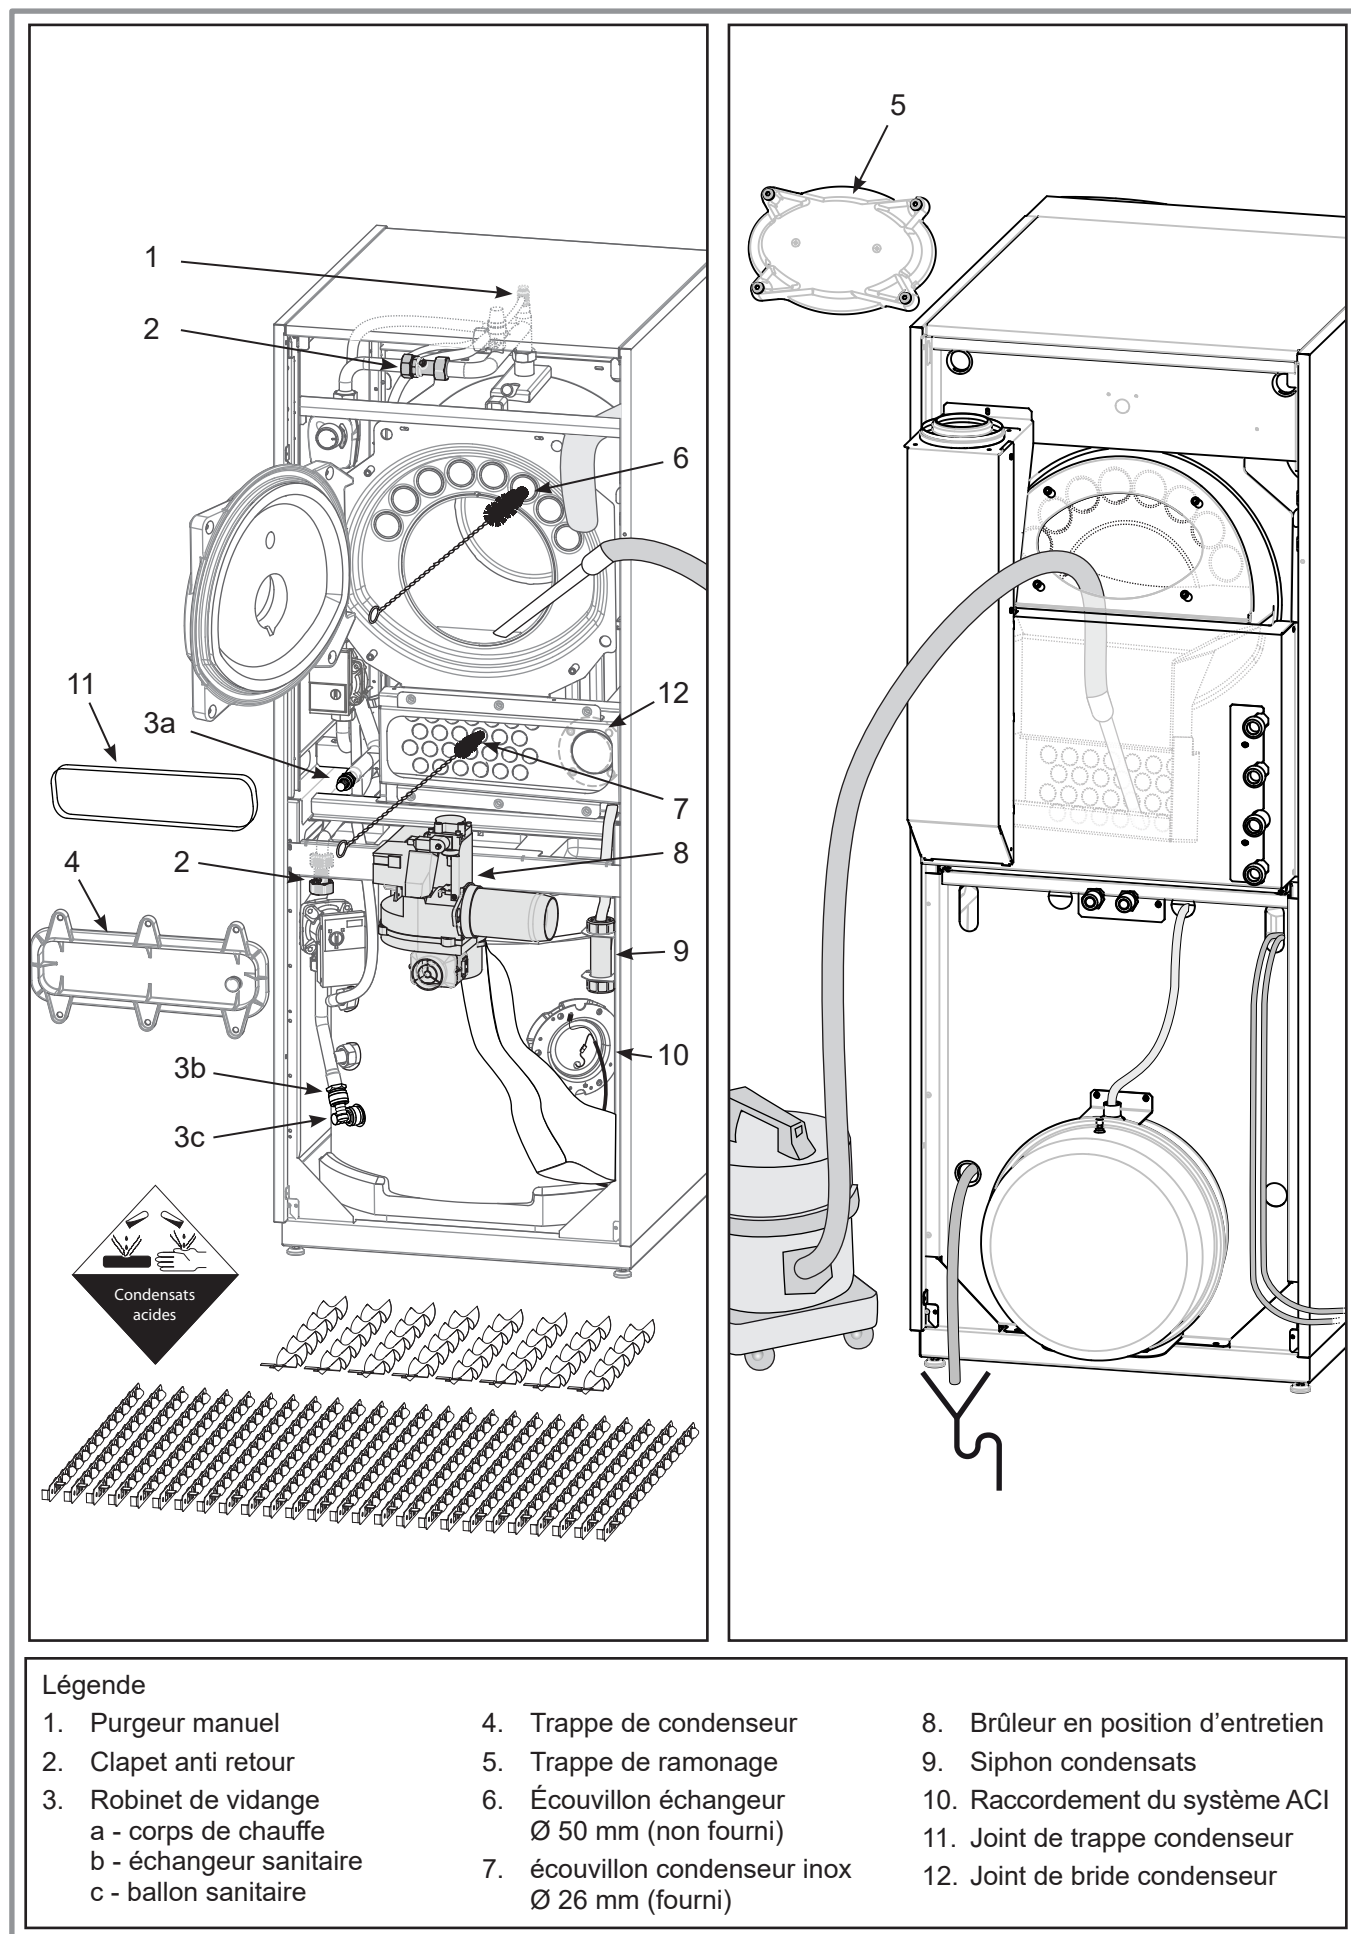

fig. 47 - Entretien
- Déposer le brûleur (rep. 8, fig. 47) et le fixer sur le support en position d'entretien.